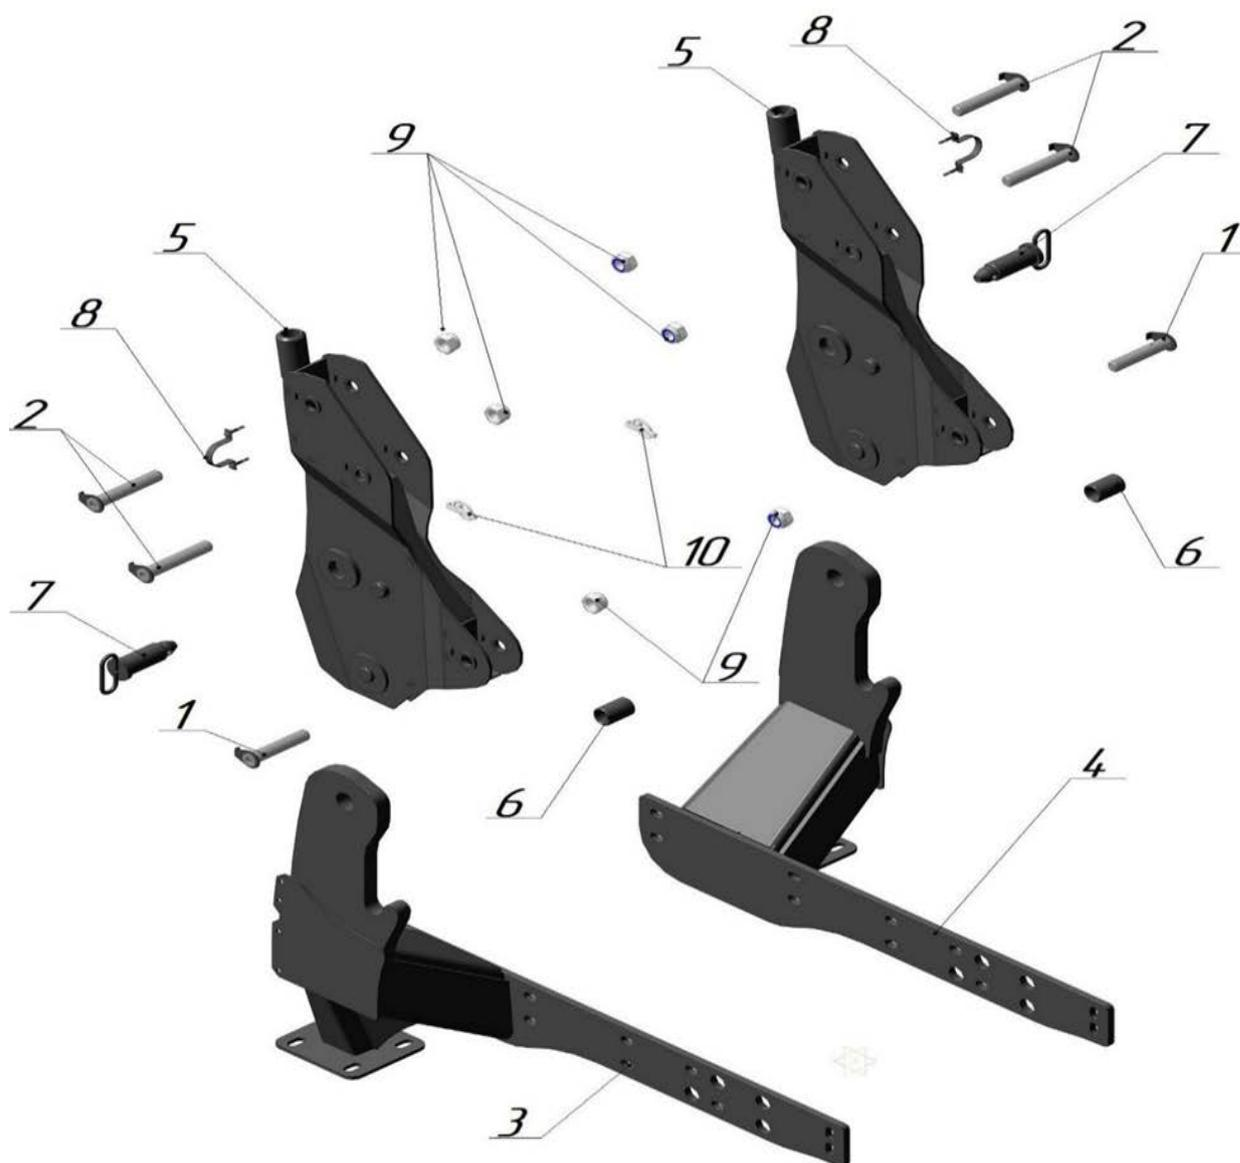

Рис. 2.1 – БЗ-Р.01.090 сборка подрамников
2.1. Состав сборки подрамников БЗ-Р.01.090 (трактор Беларусь 82 с быстросъёмным механизмом с трактора) приведен на рис. 2.1 и таблице 2.1.